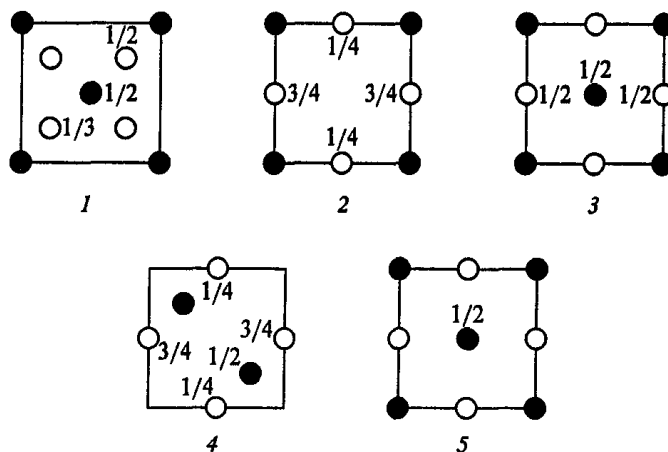

Рис. 4.3. К задаче 4.4
4.4. На рис. 4.3 приведены проекции элементарных ячеек тетрагональных кристаллов. Определить тип решеток Браве.